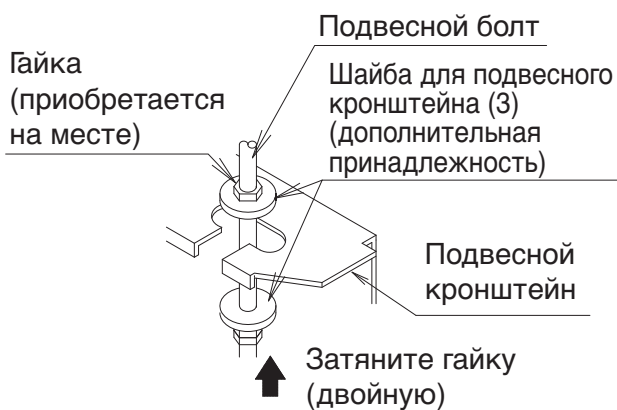

Рис. 2
(1) Проведите временную установку внутреннего блока.
- Закрепите подвесной кронштейн на подвесном болте. Убедитесь в том, что подвеска надежно закреплена на болте и шайбе (3) с верхней и нижней сторон. (См. Рис. 2)